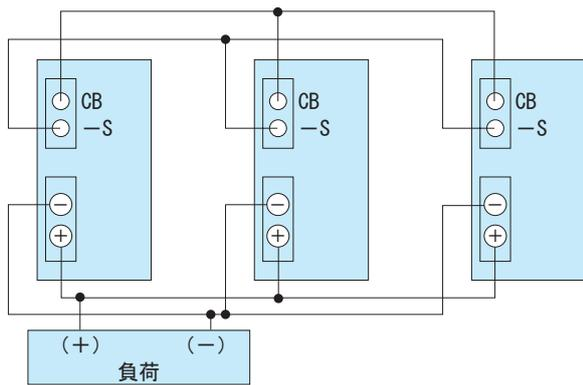

図 5.10 並列運転接続回路例
- ①配線を行う前に単体で電源の出力電圧を必要な電圧に設定してください。この時並列運転を行う各電源間の電圧差は0.1V以下または定格出力電圧の1%以下のいずれか小さい方の値に設定してください。
- ②電源を図 5.10 のように配線します。各電源に配線される出力線がそれぞれ均等な長さとなるようにご注意ください。
- ③出力電流の総和は次式で求める値を越えない範囲でご使用ください。